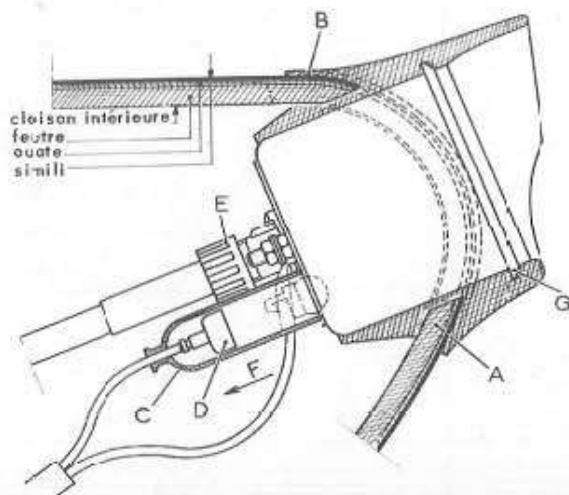

Fig. 51
S'assurer que le pourtour de l'orifice pénètre bien dans la gorge circulaire (A) (Fig. 51), prévue dans le support.